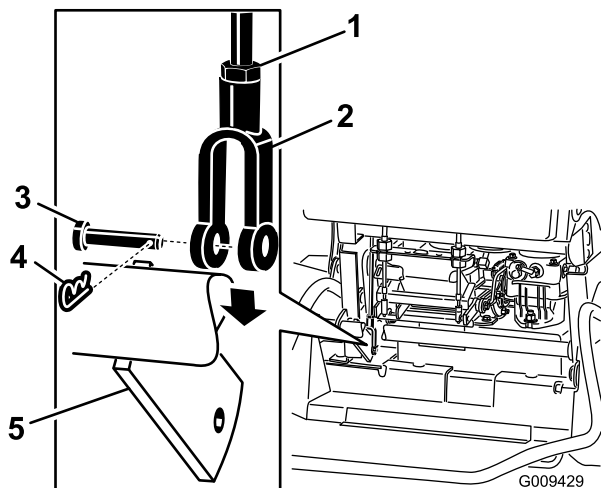

Figure 59
5. Pour régler le frein, retirez la goupille fendue et l'axe de chape du levier de frein inférieur et de la chape (Figure 59).
6. Desserrez l'écrou de blocage (Figure 59).
7. Tournez la chape. Pour serrer le frein, tournez la chape vers le haut. Pour desserrer le frein, tournez la chape vers le bas (Figure 59).
8. Fixez la chape au levier de frein inférieur avec la goupille fendue et l'axe de chape (Figure 59).
9. Resserrez l'écrou de blocage (Figure 59).